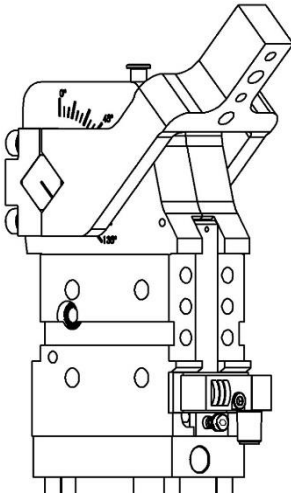

Imagen 1
- Colocar la palanca en posicion de apertura; (imagen. 1)